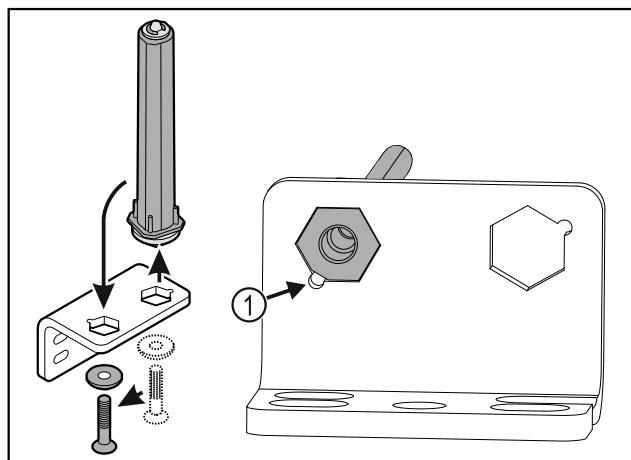

Fig. 32
- ▶ Pobrinite se za to da je prilikom umetanja zakošenje na svornjaku Fig. 32 (1) usmjerenog prema okrugloj rupi.